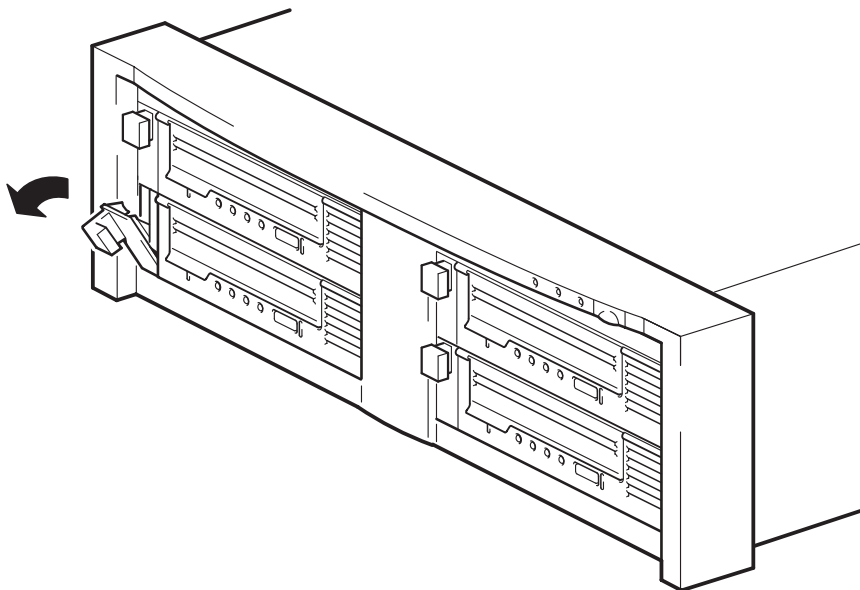

図 9a: 取外しレバーを手前に引く
- 1 交換するドライブの取外しレバーを引くと、ドライブはアウト・ポジションになります (図 9a を参照)。